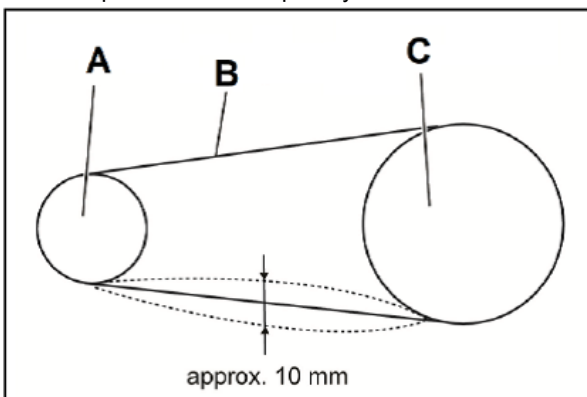

Рисунок 22
- Посередине между шкивами приводной ремень (В, Рис. 22) должен прогибаться примерно на 10 мм. Шкив электродвигателя (А, Рис. 22), шкив ведущего колеса (С, Рис. 22)